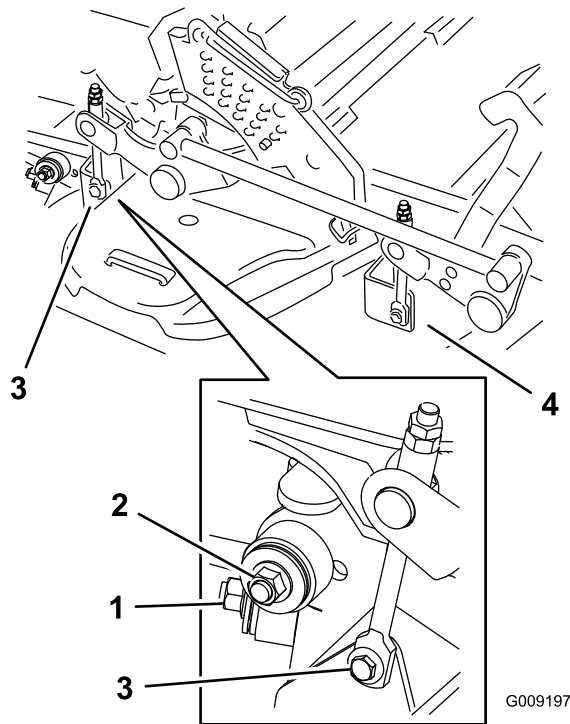

Figura 105
- Retire e guarde as ferragens em ambos os lados da plataforma, como se mostra na Figura 105.